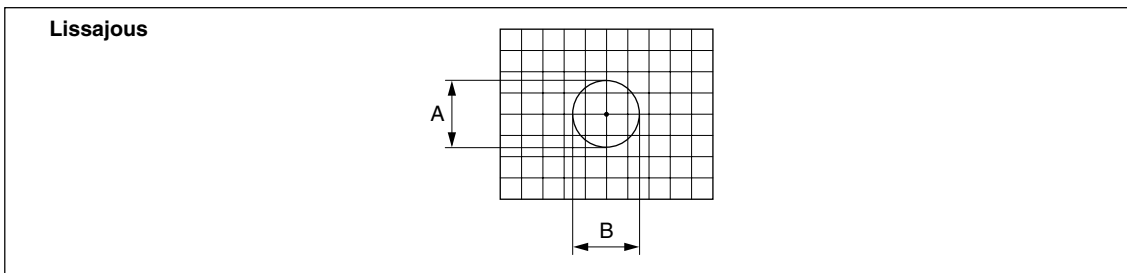

Abb. 3-17
**6** Verschieben Sie den Maßstab und vergewissern Sie sich, dass die Amplituden A und B (siehe Abb. 3-17) der Lissajousfigur über die gesamte Maßstabslänge innerhalb des Bereichs der angegebenen Werte liegen.